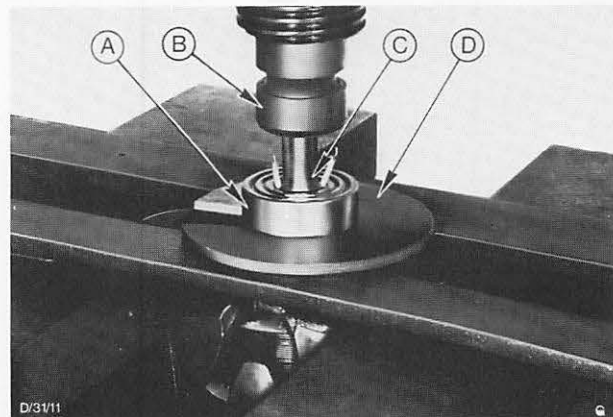

Abb. 48 Schleifringseitiges Lager von der Läuferwelle abpressen
22. Schleifringseitiges Lager, A in Abb. 48, von der Läuferwelle „C“ abpressen.
Lager mit einer großen Scheibe, D in Abb. 48, abstützen. Die Scheibe muß einen Ausschnitt haben, um über die Läuferwelle geschoben zu werden.